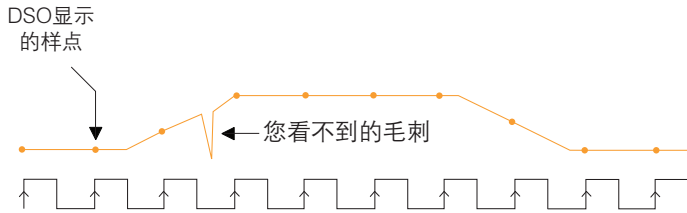

图23. 采样率随时基变化：时基设置越慢，采样率越慢。某些数字示波器提供峰值检测模式，以较低的扫描速度捕获快速瞬态信号。
- 峰值检测模式：示波器保存两个波形间隔期间获得的最小值样点和最大值样点，使用这些样点作为两个对应的波形点。即使在时基设置非常低(低速时基设置意味着长波形间隔)时，峰值检测模式的数字示波器仍很快的采样率运行ADC，能够捕获采样模式下波形点之间发生的快速信号变化，如图23所示。峰值检测模式特别适合观察时间上相距很远的窄脉冲，如图24所示。